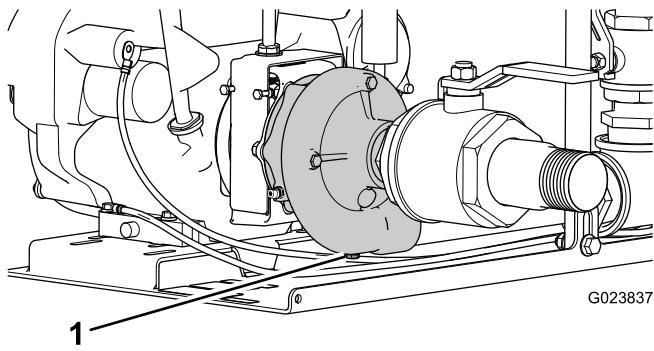

Figura 22
- Vacie el fluido restante de la bomba retirando el tapón de vaciado situado en la parte inferior de la bomba (Figura 22).